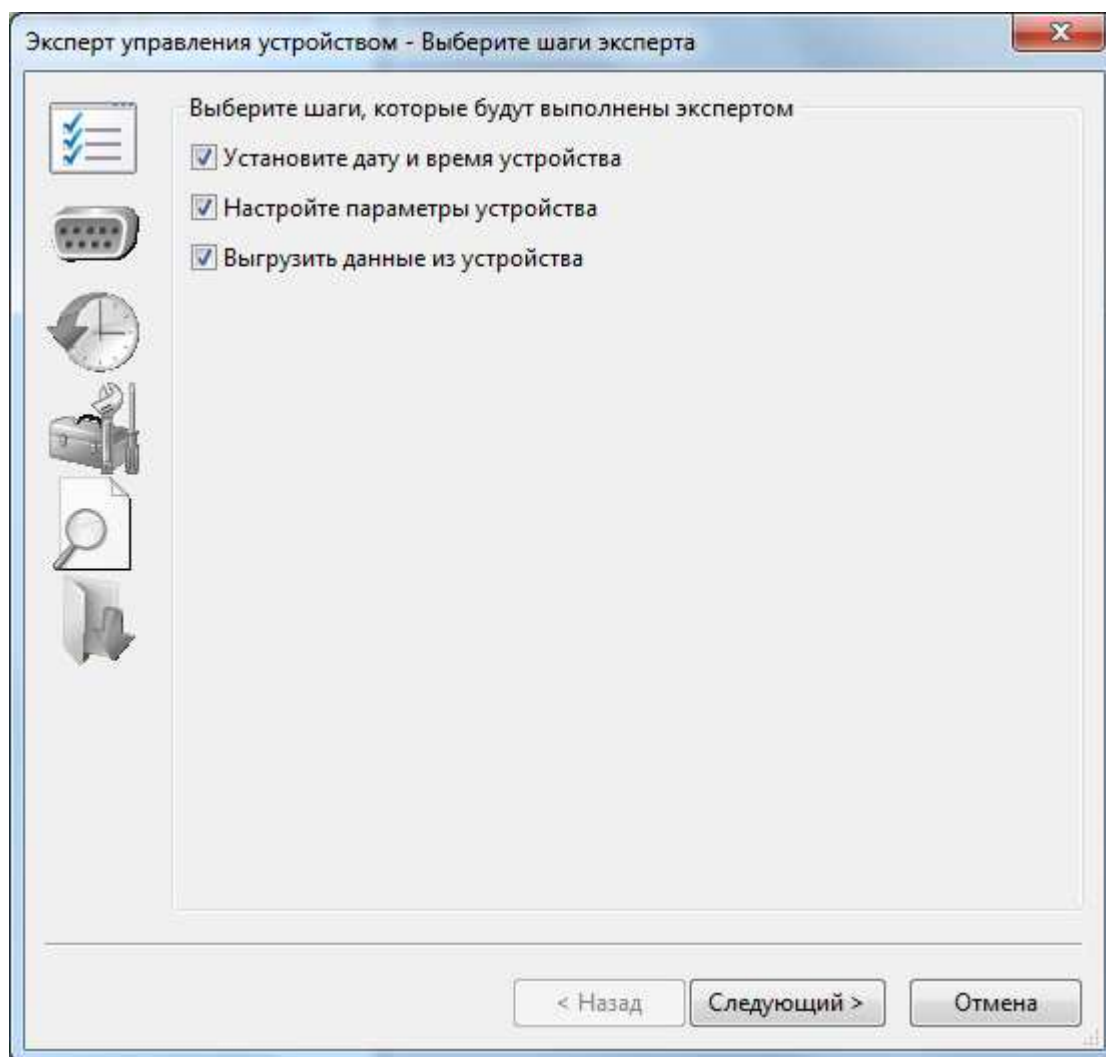

Рис.33 – Окно запуска Эксперта управления устройством
2.10.4.1. Запуск Эксперта управления устройством осуществляется выбором элемента меню «Действия» - «Управление устройством». В результате запускается окно «Эксперта управления устройством» (Рис.33),